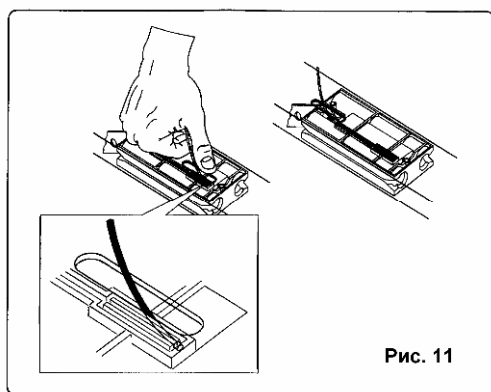

Рис. 11
- При установке устройства внешней разблокировки рис. 11 привода (приобретается опционно) закрепите тросик на каретке в месте отмеченном красным цветом.